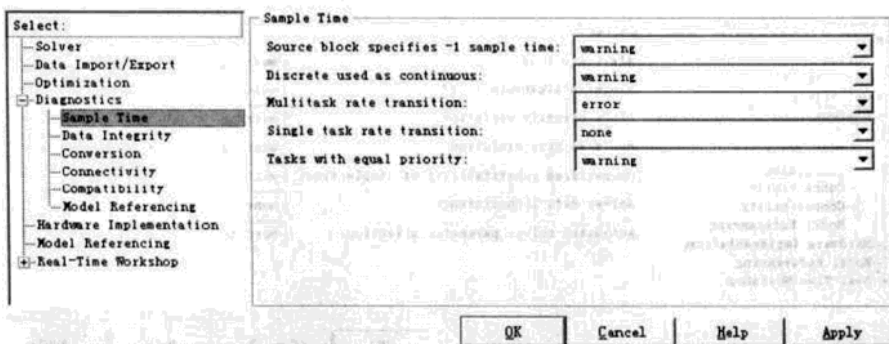

图 3.8 设置 Sample Time 参数
2) Sample Time: 当 Simulink 检测到与模型样本时间相关的编辑错误时, 这个控制组可以设置诊断措施, 如图 3.8 所示。